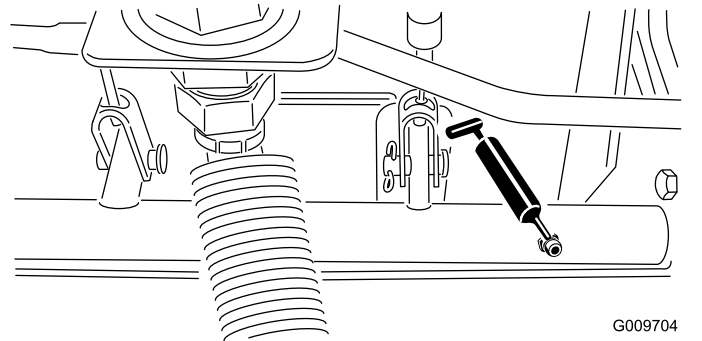

Bild 36
- Bremsstangen-Drehlager (5), wie in Bild 36 abgebildet